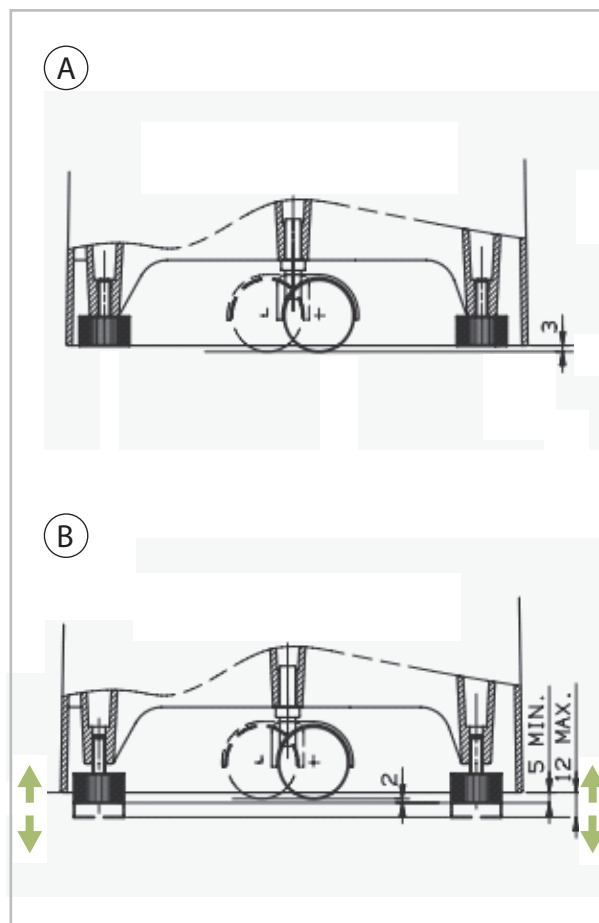

Abb. 3: Justierung der Gummifüße
5. ➤ Rollen Sie das Klimagerät an die Wand und justieren Sie die Ausrichtung mit Hilfe der verstellbaren Gummifüße (Abb. 3).